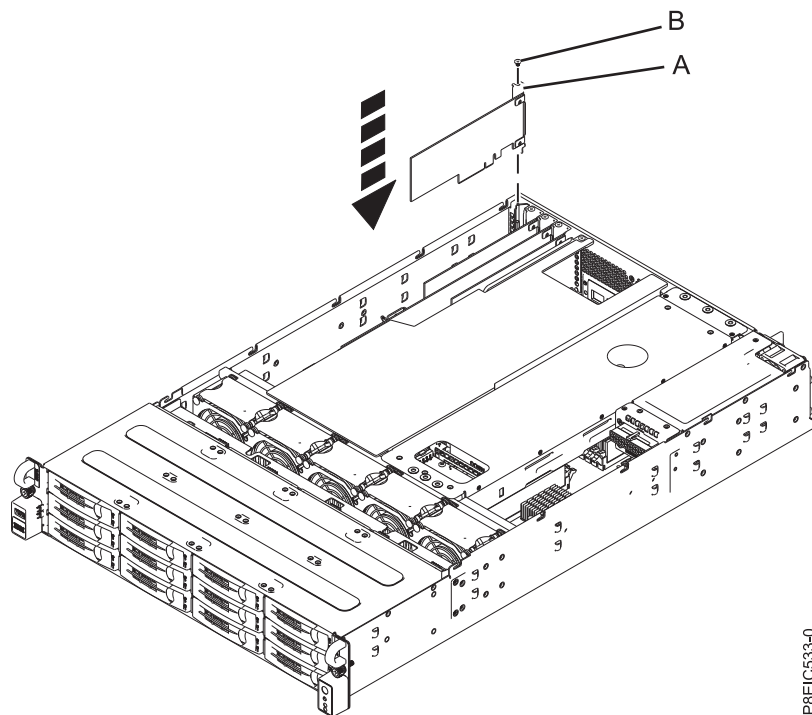

図 53. PCIe アダプター (A) とねじ (B) の取り付け
- 4. 交換用の PCIe アダプター (A) をシステム・バックプレーンに挿入し、正しく位置合わせして、スロットに完全に挿入します。
- 5. 保持ねじ (B) を挿入し、ねじを締めて、PCIe アダプターをシステムに固定します (49 ページの図 53 を参照)。